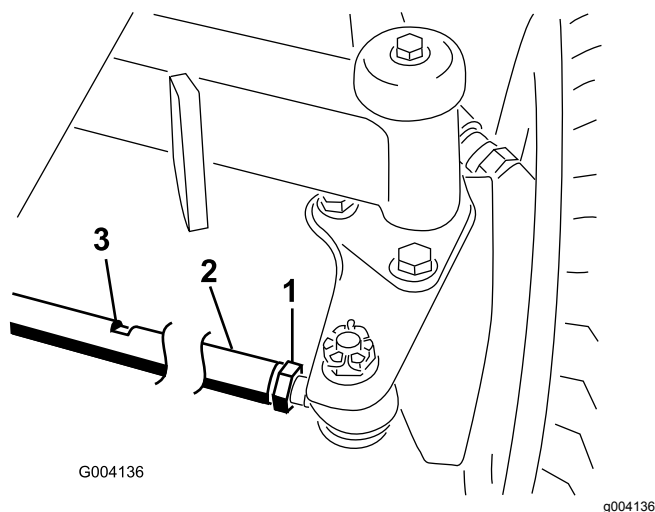

Figure 77
2. Desserrez l'écrou de blocage à chaque extrémité de la biellette (Figure 77).